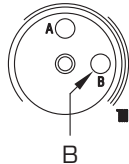

Figure 2
1) Tourner dans le sens des aiguilles d'une montre, au fond de l'échelle, le trimmer de réglage de la puissance de chauffage du module (B - Figure 2); ventilateur au maximum des tours.
3) Tourner dans le sens des aiguilles d'une montre, au fond de l'échelle, le trimmer de régulation de la puissance de chauffage du module (B - Figure 2); ventilateur au minimum des tours.